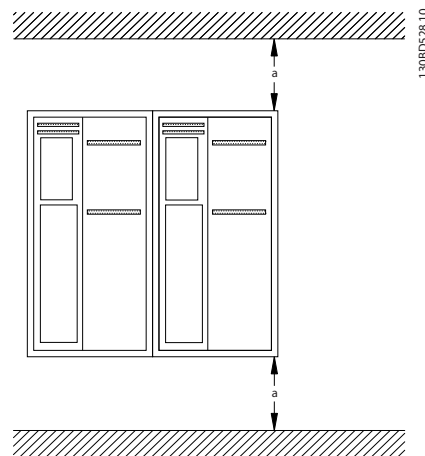

図 3.2 上部および下部の冷却用空きスペース
- 上部と下部に冷却用空きスペースを確保してください。空きスペースの要件については、図 3.2 を参照してください。